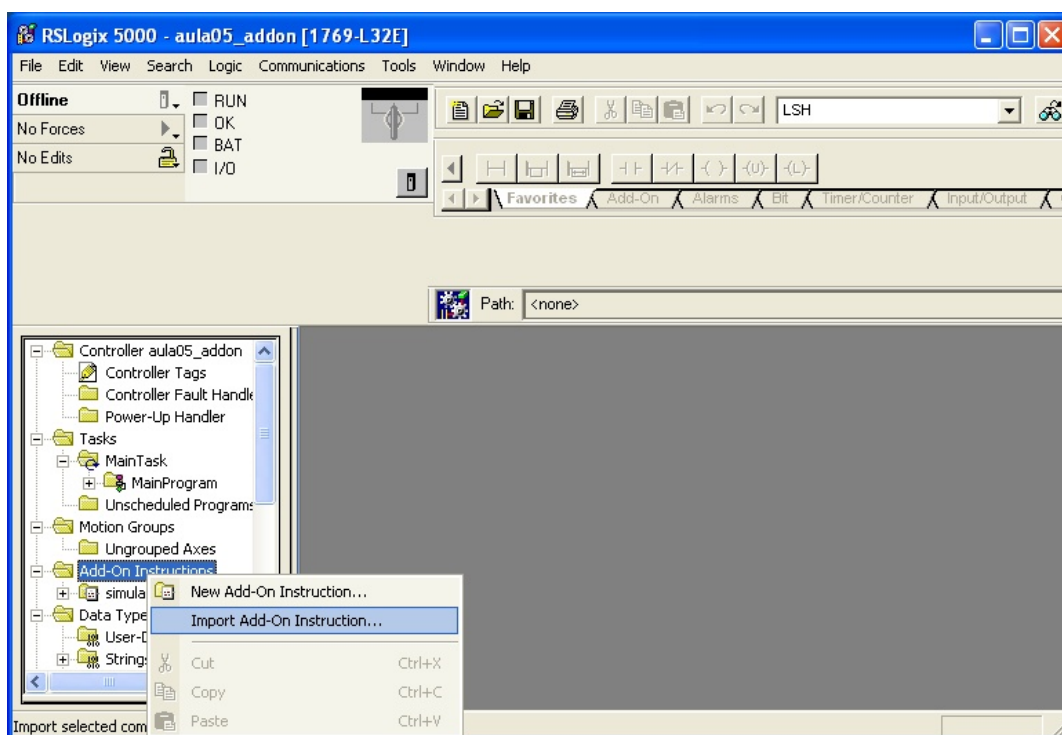

Figura 1: Importando uma instrução “add-on”
- 2.1 Na árvore do “organizador do controlador”, clique no item “*add-on*” com o botão direito do mouse e selecione a opção “*Import dd-on instruction*” (figura 1):